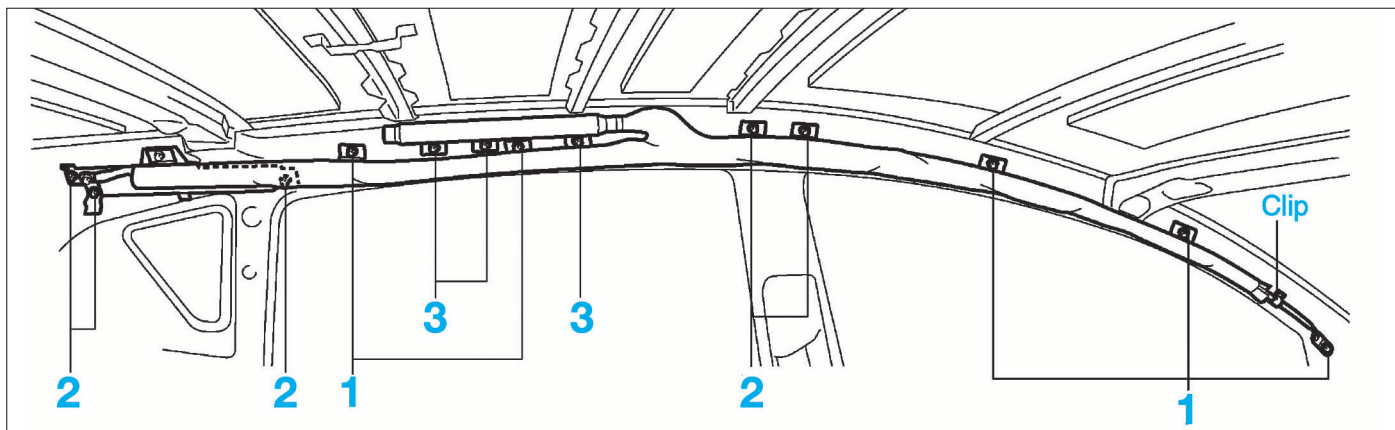

FIG. 10
- Déposer les 13 boulons dans l'ordre indiqué (fig. 10).